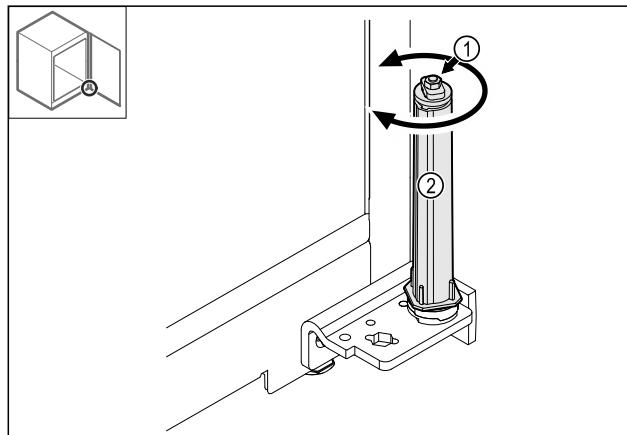

Fig. 43
- No desmontar la unión atornillada Fig. 43 (1) del sistema de cierre.
- Girar el sistema de cierre Fig. 43 (2) hasta que haga clic.